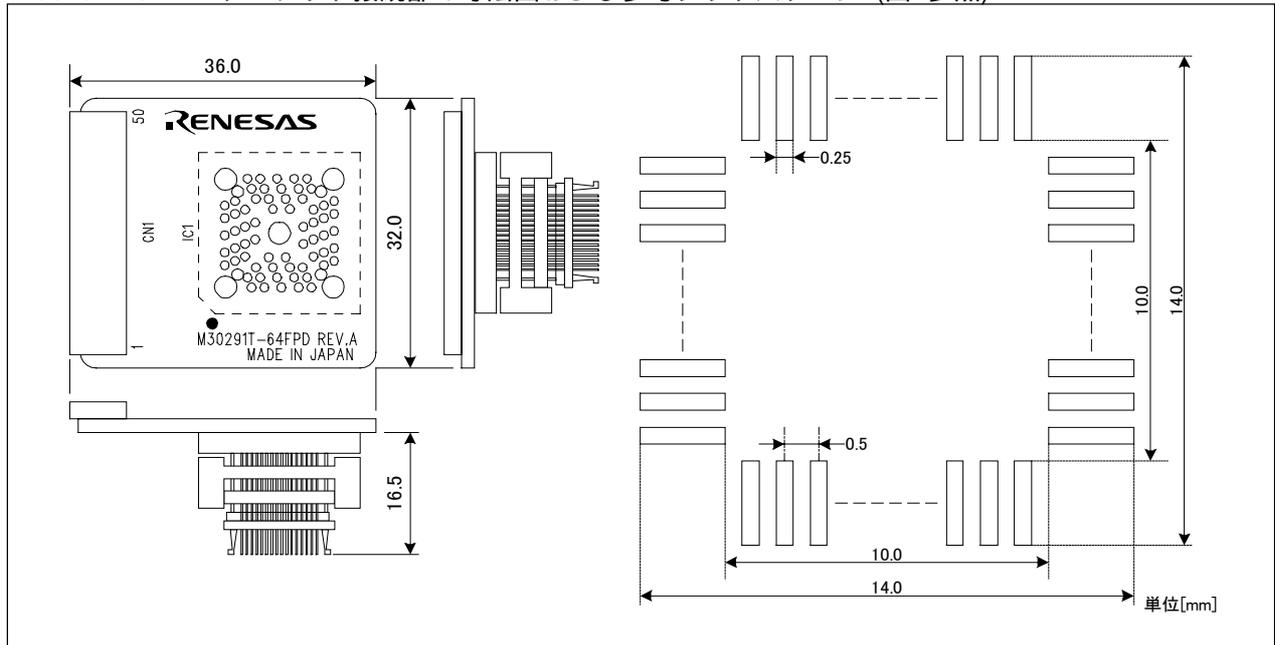

図4 M30291T-64FPDターゲット接続部の寸法図および参考フットパターン
6. M30291T-64FPDターゲット接続部の寸法図および参考フットパターン (図4参照)